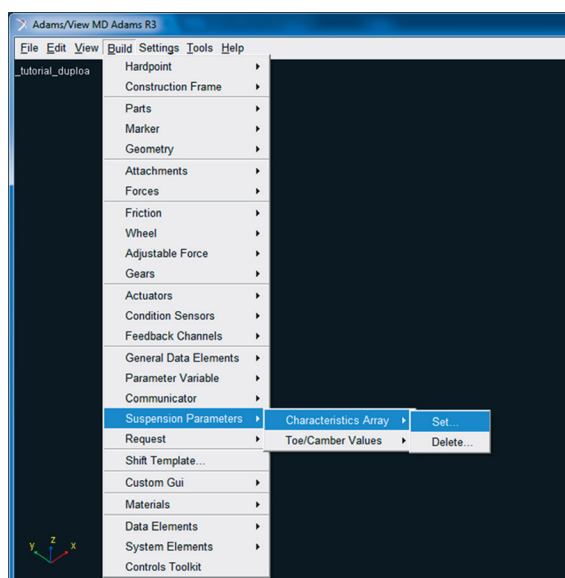

Figura 5.76 – Opção de definição do *Caster* da suspensão *Duplo A*.
- Acesse o menu *Build* → *Suspension Parameter* → *Characteristics Array* → *Set* (Figura 5.76).